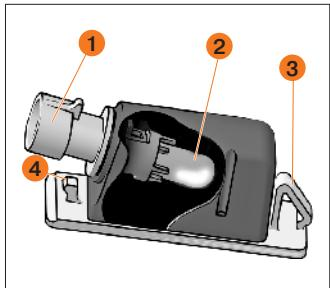

Рис. 84. Фонарь освещения номерного знака
Для замены лампы в **фонаре освещения номерного знака** снимите его с автомобиля. В посадочном гнезде фонарь удерживается пружинной защелкой 3 и фиксатором 4 (рис. 84).
- воздействия с левой стороны фонаря, например, лезвием ключа выключателя зажигания, аккуратно сдвиньте его вправо и выведите фиксатор 4 из зацепления (рис. 84);
- воздействия на пружинную защелку 3 с правой стороны фонаря лезвием ключа, аккуратно сдвиньте его влево и выведите фонарь из посадочного места (рис. 84);
- повернув патрон 1 (рис. 84) против часовой стрелки, выньте его в сборе с лампой из корпуса фонаря и извлеките лампу 2 (рис. 84), потянув ее на себя.